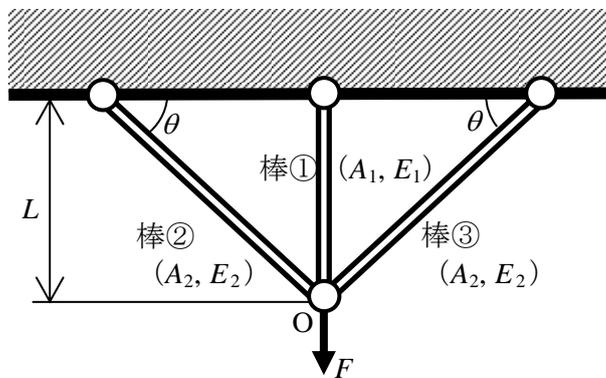

図 1
1. 長さ L 、断面積 A_1 、ヤング率 E_1 の棒①を鉛直に配し、その両側に左右対称に断面積 A_2 、ヤング率 E_2 の 2 本の棒（棒②と棒③）を組み合わせて、図 1 に示す平面トラス構造を組んだ。各棒部材の断面形状は一樣で、各棒端の結合はピン結合とする。下端 O に鉛直下向き荷重 F を加える。棒①および棒②に生じる軸方向応力 σ_1 と σ_2 を求めよ。また下端 O の変位 δ を求めよ。